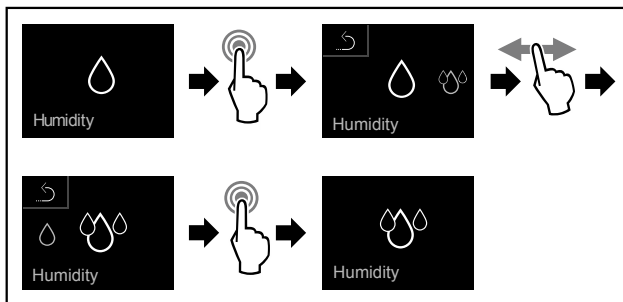

Fig. 69
- Eseguire i passaggi (vedere Fig. 69) .